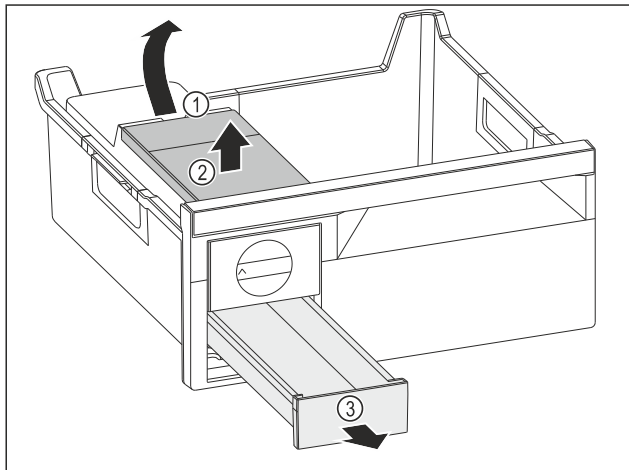

Fig. 196
- Estrarre il serbatoio dell'acqua: Sollevare il serbatoio dell'acqua nel vano Fig. 196 (1).
- Estrarre il serbatoio dell'acqua Fig. 196 (2) verso l'alto.
- Estrarre il cassetto del ghiaccio Fig. 196 (3) in avanti.